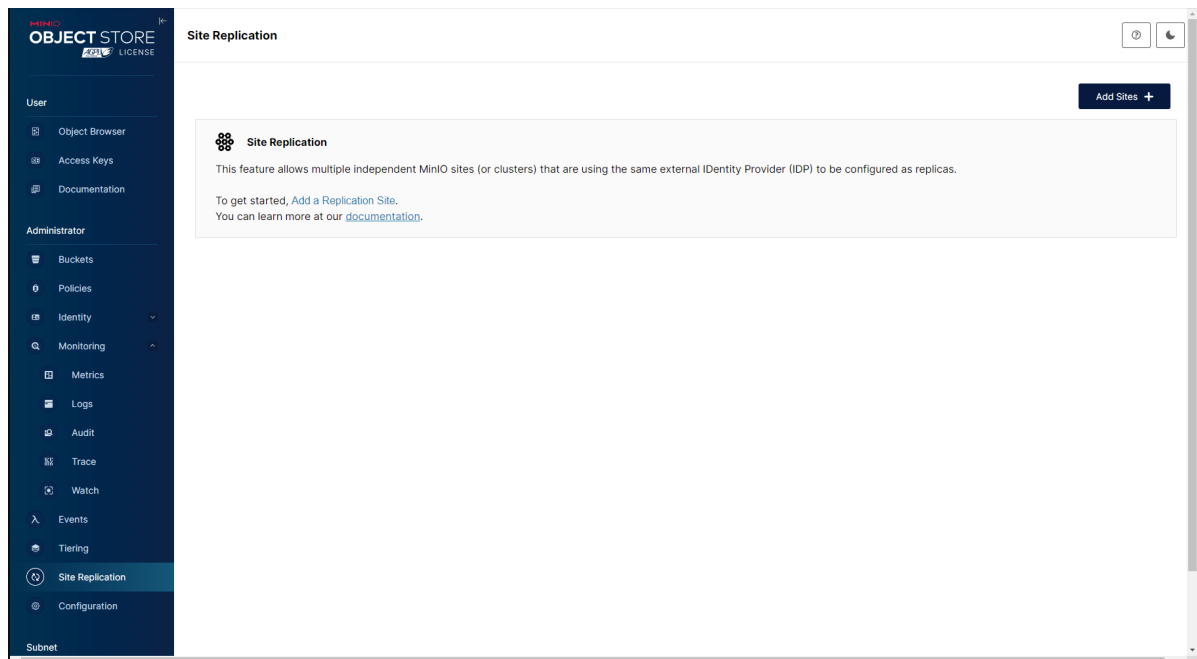

Рис. 87. Окно «Site Replication»
- 9) Вкладка «Site Replication» позволяет настроить несколько независимых сайтов (или кластеров) MinIO, использующих один и тот же внешний поставщик идентификационных данных (IDP), в качестве реплик. Окно «Site Replication» показано на рис. 87 Окно «Site Replication».